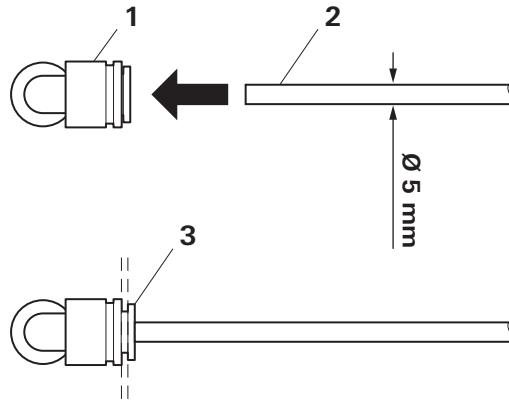

Fig. 45
- Fixer la conduite de carburant au plongeur et la raccourcir (Fig. 45).